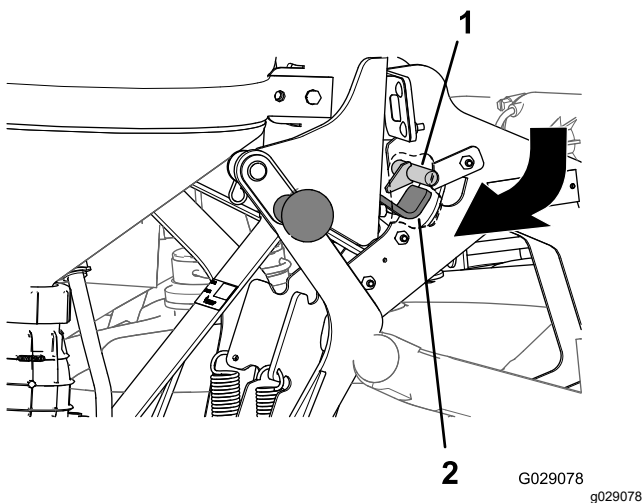

图 34
3. 向外向下拉出清洁加药器手柄直到背板内侧的闩锁钩脱离主支架总成的闩锁杆图 34。
3. 推入托架顶部的手柄直到门锁的挂钩部分与主支架门锁杆的后面对齐 图 34。